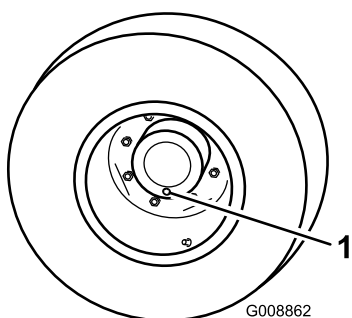

Figura 53
1. Con la máquina en una superficie nivelada, coloque una rueda de manera que uno de los tapones de verificación/drenaje esté en la posición más baja (posición de las 6) (Figura 53).